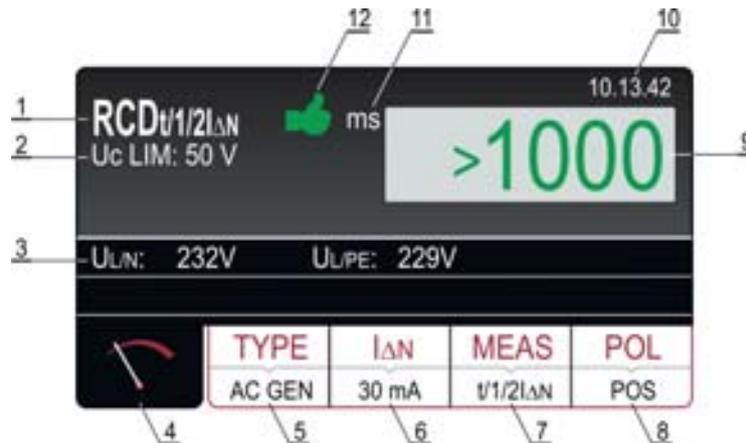

Abb. 17: Bildschirmseite der RCD Testergebnisse
- 9) Das Testergebnis wird in grün angezeigt, vom grünen Symbol und einem kurzen Signalton begleitet, wenn es im Grenzbereich liegt; Siehe Tabelle der erlaubten Auslösezeiten unten. Wenn das Ergebnis höher als der Grenzbereich ist, wird es in rot angezeigt, vom roten Symbol und einem längeren Signalton begleitet. Die Abbildung 17 zeigt ein Beispiel von einer Bildschirmseite mit den Messergebnissen.